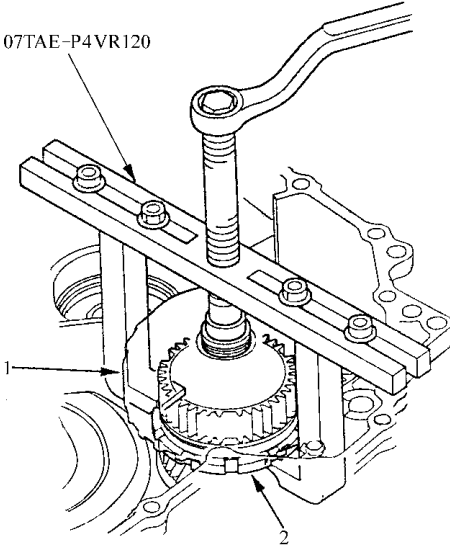

图 5-87 拆卸起步离合器和中间轴主动/驻车档齿轮
14) 如图 5-87 所示，借助专用工具，拆卸起步离合器和中间轴主动/驻车档齿轮。